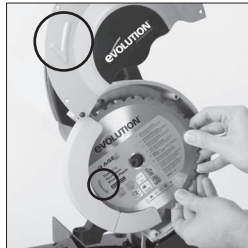

Fig. 5
- Instale la hoja sobre el borde interior de la hoja y del eje, asegurándose de que la dirección de rotación de la flecha de la hoja coincide con la dirección de rotación de la flecha en la protección superior de la hoja de la máquina. **(Fig. 5)**
- Vuelva a poner la protección superior de la hoja en su posición de uso y sustituya y apriete los cuatro (4) tornillos de cabeza hueca.